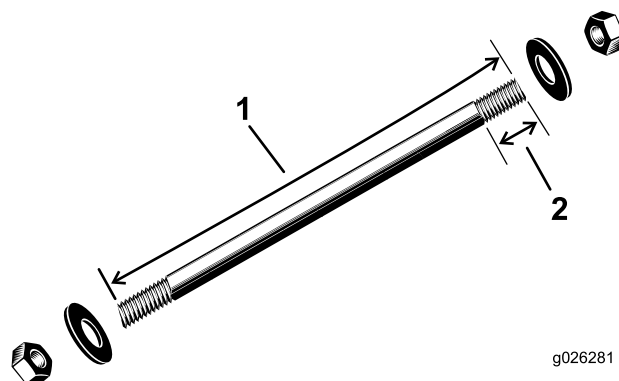
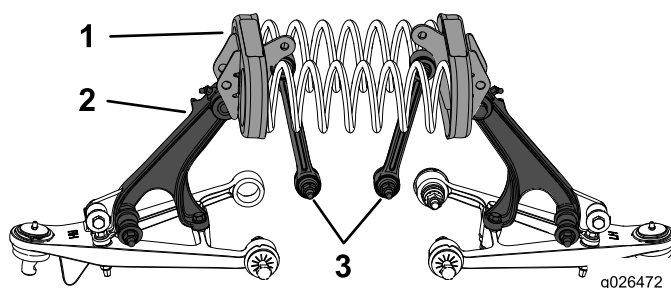

Рисунок 17
Рисунок 18
1. Используя приспособление для сжатия пружины, указанное в Рисунок 17, пропустите стержень пружины сжатия через отверстия в каждой опоре пружины (Рисунок 18).